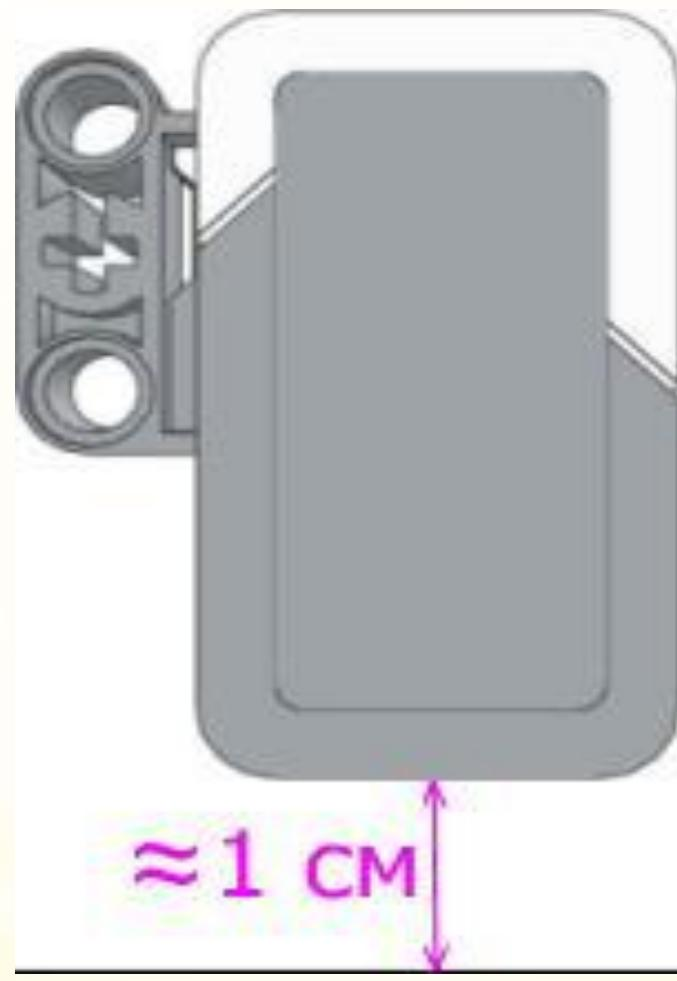

Рис. 9
* Итак, мы приступаем к изучению следующего режима работы датчика цвета, который называется "**Яркость отраженного света**". В этом режиме датчик цвета направляет поток красного света на близкорасположенный предмет или поверхность и измеряет количество отраженного света. Более темные предметы будут поглощать световой поток, поэтому датчик будет показывать меньшее значение, по сравнению с более светлыми поверхностями. Диапазон значений датчика измеряется от 0 (очень темный) до 100 (очень яркий). Данный режим работы датчика цвета используется во множестве задач по робототехнике, например, для организации движения робота по заданному маршруту вдоль черной линии, нанесенной на белое покрытие. При использовании этого режима рекомендуется располагать датчик таким образом, чтобы расстояние от него до исследуемой поверхности составляло примерно 1 см (Рис. 9).